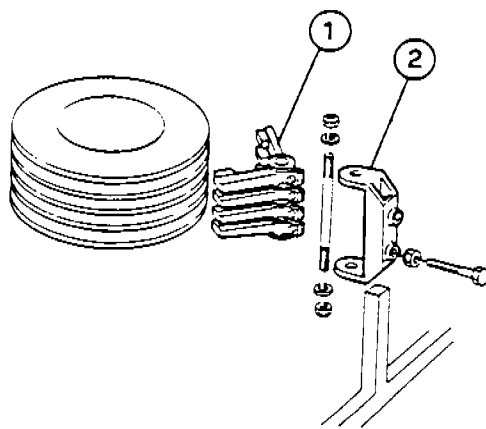

Fig. 3
- Check the wear of electric brushes (1-Fig. 3), if necessary, replaced them.
- Check for good condition of pick-up brush (2-Fig. 3), be sure on good connection of electric wire.
- Controllare lo stato di usura delle spazzole elettriche (1-Fig. 3), eventualmente sostituirle .
- Controllare l'integrità del braccetto portaspazzole (2-Fig. 3) e assicurarsi che il cavo elettrico sia ben fissato.